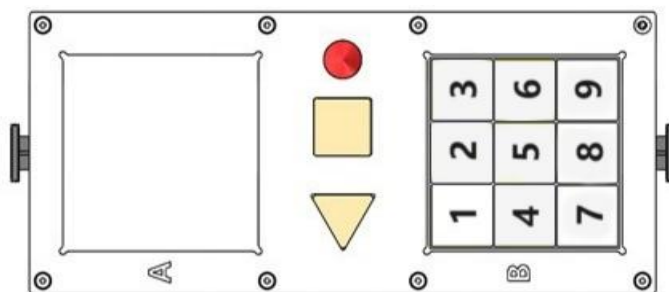

图 3-4 工件摆放位置示意图
(1) 运行前，将 9 个黄色方形工件（尺寸：30×30×20mm）（如图 3-1 所示）摆放在码垛模块 A 区（如图 3-4 所示）。
(2) 将操作面板的“模式开关”切换到“手动”模式，工业机器人切换到“AUT”模式，运行已编写好的程序。
(4) 准确抓取码垛模块 A 区摆放的黄色工件，并放置到码垛模块 B 区 1 号位（如图 3-4 所示）。
(5) 重复以上第 4 步动作，共完成 9 个工件的搬运码垛后（按 1-4-7-2-5-8-3-6-9）的顺序码放到码垛模块 B 区，如图 3-4 所示），工业机器人将单吸盘夹具放回夹具库，工业机器人回安全点（六个关节角度 J1-J6 分别为  $0^\circ$ 、 $-90^\circ$ 、 $90^\circ$ 、 $0^\circ$ 、 $90^\circ$ 、 $0^\circ$ ，即 5 轴垂直朝下），流程结束。